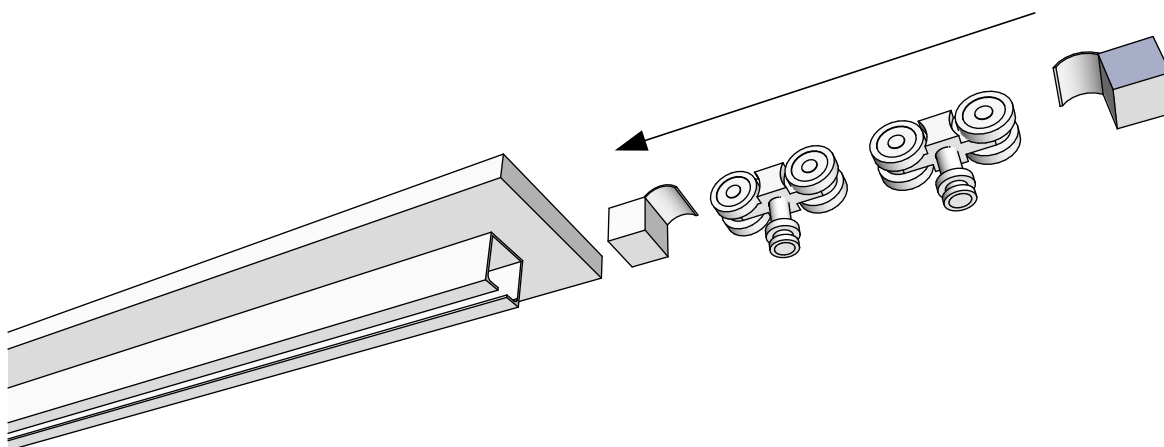

Рисунок 4
2. Завести роликовые каретки внутрь верхнего направляющего профиля (деталь М) и установить по краям концевые стопора (Рис. 4)